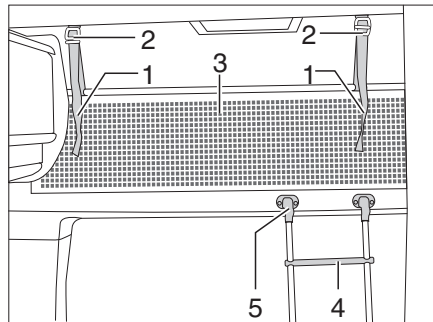

Bild 121 Alkovenbett
Zum Besteigen des Alkovenbetts die serienmäßig beigelegte Aufstiegsleiter (Bild 121,4) benutzen.
- Die Leiter mit den Holmen in die Halterung (Bild 121,5) an der Alkovenblende einhängen.
Das Sicherungsnetz (Bild 121,3) ist serienmäßig zwischen Matratze und Lattenrost verstaut. Das Sicherungsnetz erst aufspannen, wenn sich die Personen bereits im Alkoven befinden.
- Die Haltebänder (Bild 121,1) in die Halterungen an der Decke (Bild 121,2) einrasten.